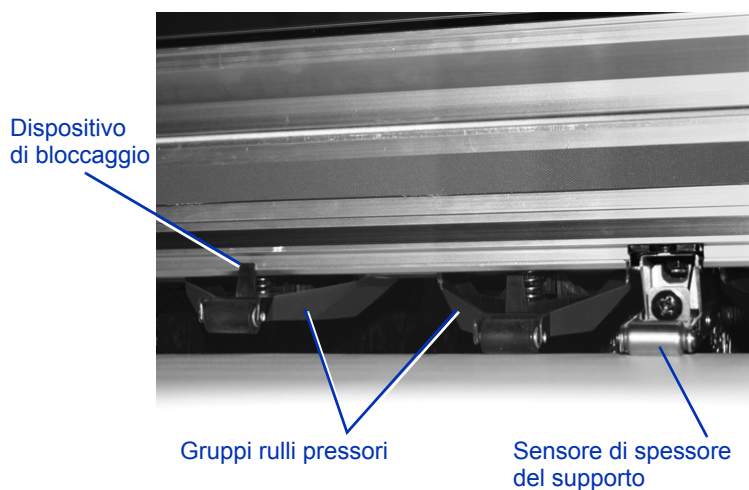

Fig. 2-5. Rulli pressori
11. Se il bordo del supporto che si utilizza è proprio sotto un rullo pressore, sollevarlo spingendolo verso l'alto, quindi spingere il dispositivo di bloccaggio verso la rotaia per innestarlo (vedere Fig. 2-5 qui sotto). Per abbassare il rullo pressore, spingerlo verso l'alto per disinnestare il dispositivo di bloccaggio, quindi abbassare il rullo sulla platina.